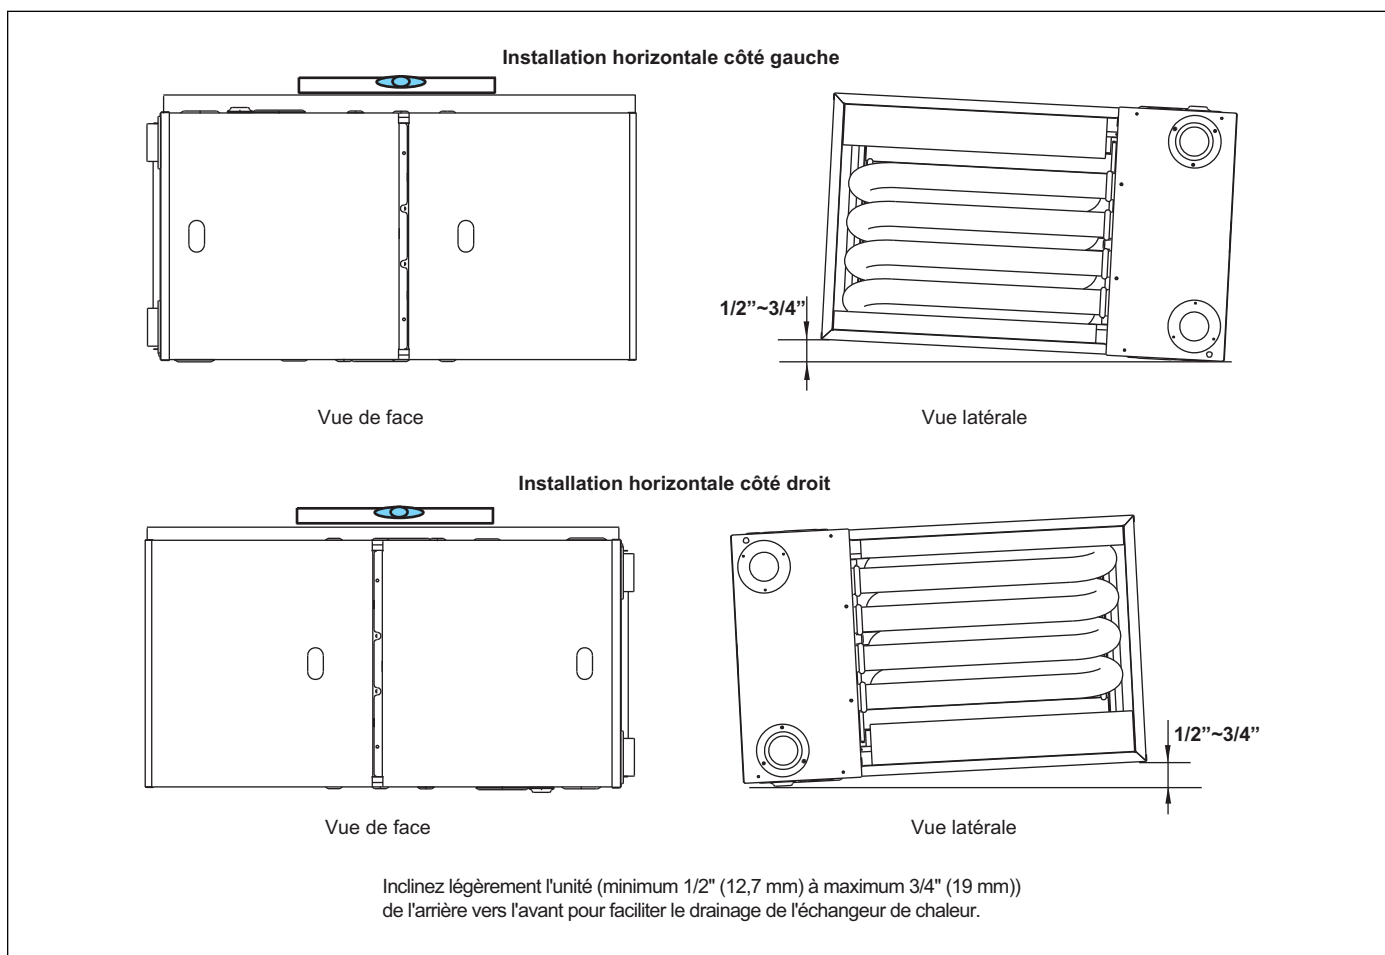

Figure 9 Équipement de réglage horizontal de l'application
La fournaise peut être installée horizontalement dans un grenier ou un vide sanitaire sur le fond ou sur le côté gauche (LH) ou droit (RH) (voir Figure 9). La fournaise peut être suspendue à des solives de plancher, des chevrons ou des fermes ou installée sur une plate-forme incombustible, des blocs, des briques ou un tampon.
Le nivellement assure une bonne évacuation des condensats de l'échangeur de chaleur et du ventilateur à tirage induit. Pour un bon drainage des conduits de fumée, la fournaise doit être de niveau dans le sens de la longueur d'un bout à l'autre. La fournaise doit également être légèrement inclinée avec les portes d'accès vers le bas (minimum 1/2 (12,7 mm) à maximum 3/4 (19 mm)) du panneau arrière. La légère inclinaison permet au condensat de l'échangeur de chaleur, généré dans le serpentin du récupérateur, de s'écouler vers le couvercle avant du serpentin du récupérateur. Reportez-vous à la figure 9.